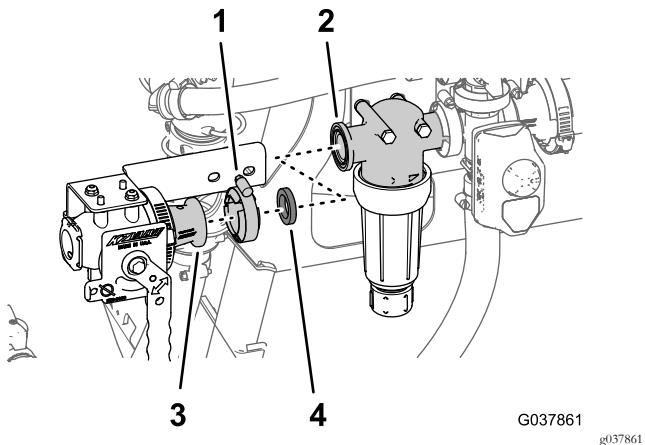

Bild 63
- Fluchten Sie den Flansch des Ejektorabstellventils und die Dichtung (25 mm x 35 mm) mit dem Flansch des Filterkopfes aus (Bild 63).
- Befestigen Sie das Ejektorabstellventil mit einer Flanschklemme (40 mm bis 64 mm) am Filterkopf (Bild 63).